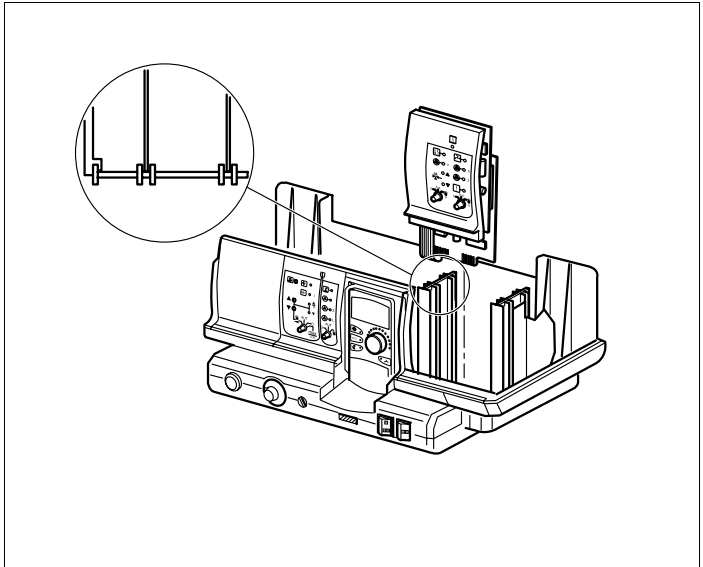

Fig. 14 Montering hhv. demontering av modul
- Ved å trykke på følerlisten skyves den nye modulen inn i den ledige modulplassen ovenfra (fig. 14) til modulen smetter merkbart på plass.